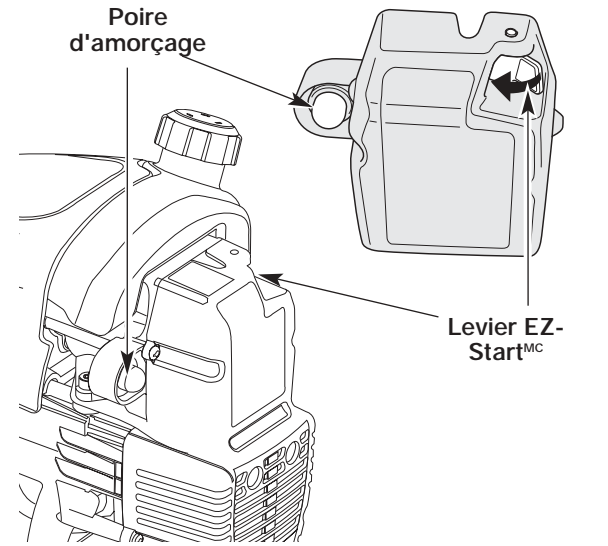

Fig. 7
**REMARQUE :** Il n'est pas nécessaire de faire démarrer la machine. La commande On/Off (Arrêt/Marche) est en position ON (I) en permanence.
2. Pressez et relâchez la poire d'amorçage à 10 reprises, lentement. Une certaine quantité de carburant devrait être visible dans la poire d'amorçage et les conduites de carburant (Fig. 7). Si vous n'apercevez pas de carburant dans la poire, pressez et relâchez la poire autant de fois que nécessaire jusqu'à ce que vous aperceviez du carburant dans cette dernière.
3. **Faites pivoter le Levier EZ -StartMC vers la poire d'amorçage** jusqu'à ce qu'il clique et se verrouille en place (Fig. 7).